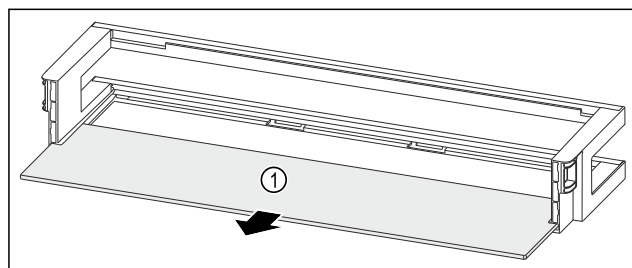

Fig. 197 Dveřní přihrádka s odkládací plochou
- ▶ Odkládací plochu Fig. 197 (1) odeberte.